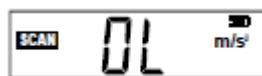

Fig. 5 (Messwertüberschreitung)
5. Falls der Messwert außerhalb der in den technischen Daten festgelegten Grenz ist, wird auf dem Display die Überschreitung als „OL“ angezeigt (Fig. 5).